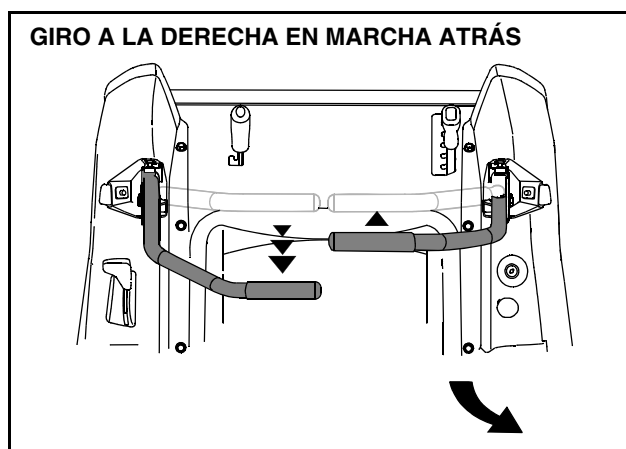

Figura 18
- Para girar a la derecha mientras se desplaza marcha atrás, mueva la palanca de control del lado derecho hacia adelante respecto de la palanca izquierda. Vea Figura 18.